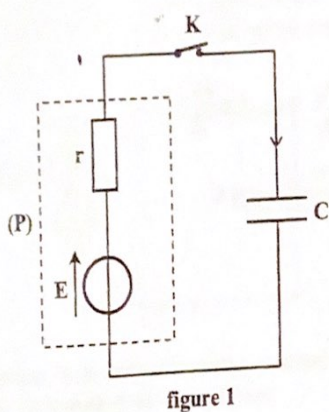

figure 1
Pour déterminer les grandeurs caractéristiques  $E$  et  $r$  de la pile (P), on réalise le circuit électrique schématisé dans la figure 1. Il comporte, montés en série, la pile (P), un condensateur de capacité  $C = 2200 \mu\text{F}$  et un interrupteur  $K$ .
- 1- Reproduire, sur votre copie, le schéma du circuit de la figure 1 en indiquant les connexions à réaliser avec l'oscilloscope afin de visualiser la tension  $u_c$ .